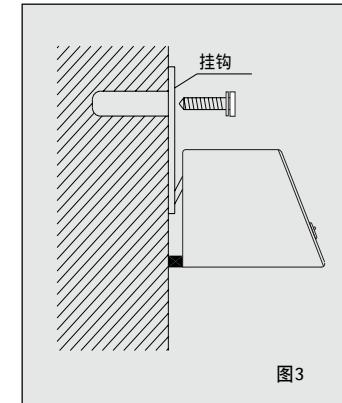

图3
- 2、把止动板紧压机壳顶面，带孔面靠墙对准上排的 2 个膨胀管孔，旋入木螺钉拧紧，如图 3 所示。